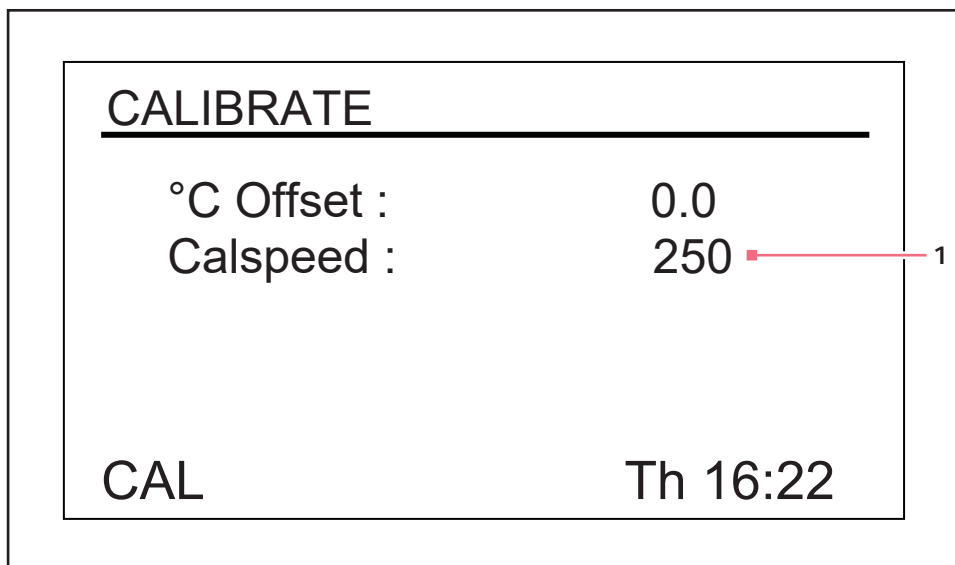

Abb. 9-15: Kalibrierbildschirm (CAL)
1. Rufen Sie mit dem Bedienknopf den Kalibrierbildschirm *CAL* auf (siehe Abb. 9-15 auf S. 68).
Mit der **Calspeed**-Funktion, die im Kalibrierbildschirm (**CAL**) eingestellt wird (siehe Abb. 9-15 auf S. 68), kann die Drehzahl des Schüttelmechanismus kalibriert werden. Die Drehzahl ist werkseitig kalibriert und braucht nur dann neu kalibriert zu werden, wenn eine größere Betriebskomponente (z. B. der Antriebsriemen) ausgewechselt wurde.